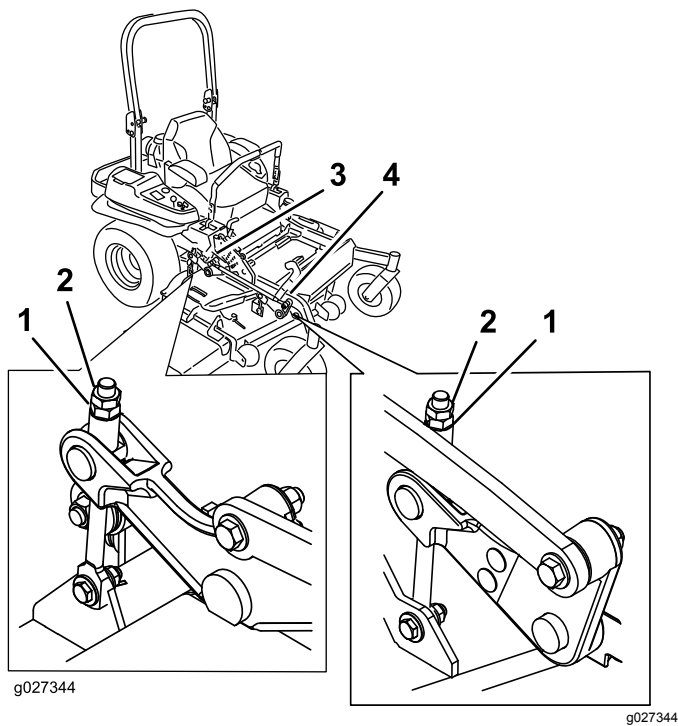

Figura 93
10. Gire la tuerca de ajuste del conjunto de elevación de la carcasa delantera para modificar la altura (Figura 93).